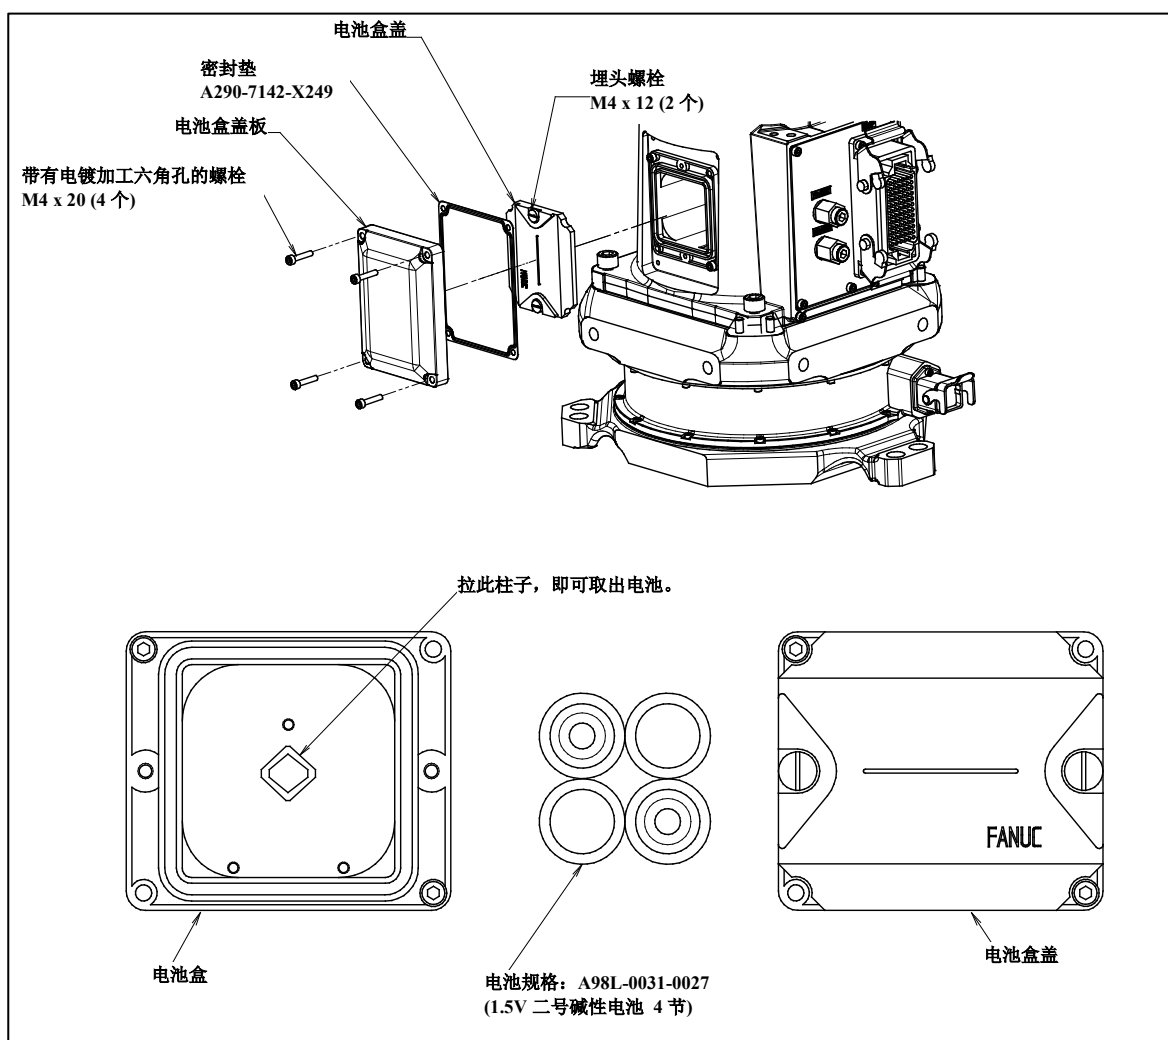

图 7.3.1 (a) 电池的更换
- 2 拆除电池盒盖。（图 7.3.1 (a)）电池盒盖无法拆除的时候，用塑料锤子轻轻地横着敲一下。